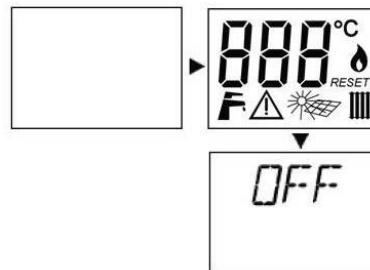

Рисунок 2.2
- При помощи двухполюсного выключателя, предусмотренного при установке, включите электропитание котла. На ЖК-дисплее последовательно отобразятся следующие символы, см. Рисунок 2.2.